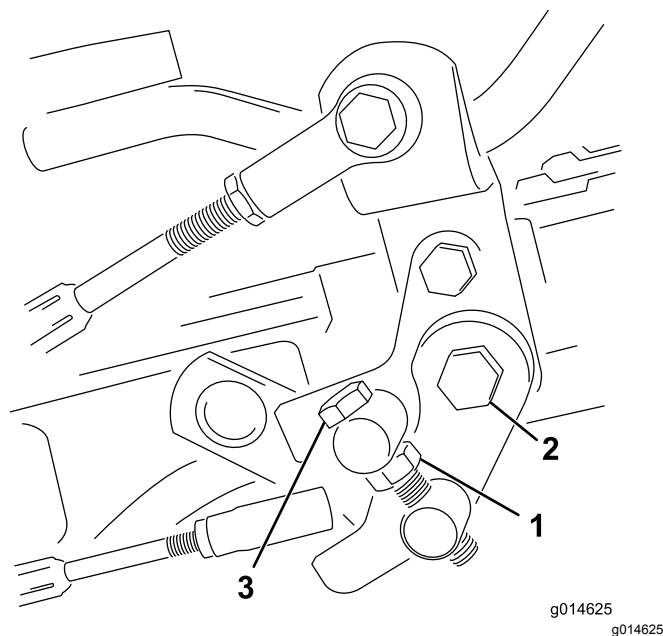

Figura 48
1. Afloje la contratuerca del tornillo de caperuza del muñón (**Figura 48**).
4. Apriete la contratuerca del perno del muñón y la tuerca de la articulación del pedal para bloquear el ajuste (**Figura 48**). Compruebe el funcionamiento, y vuelva a ajustar si es necesario.